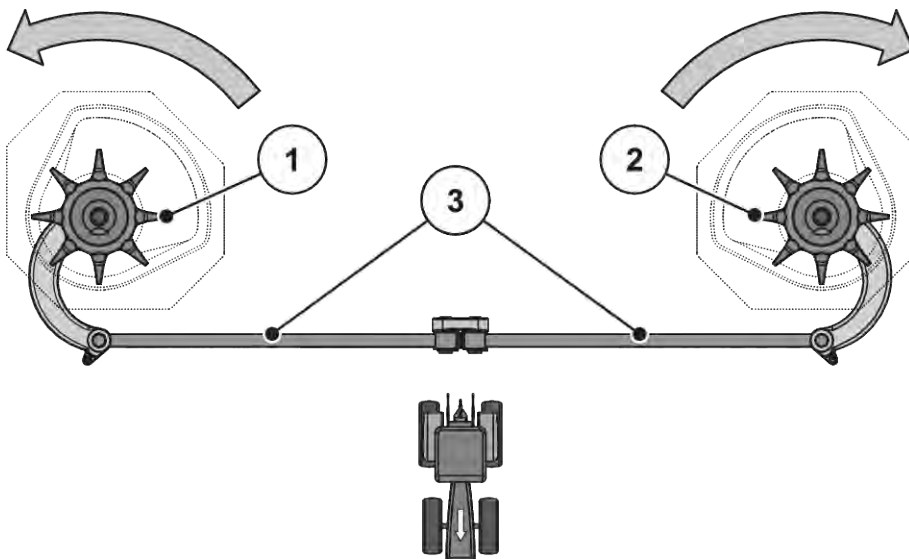

Fig. 85: Vérification de l'entraînement de l'agitateur
- Faire tourner la tête de l'agitateur à la main. **dans le sens de rotation du disque d'épandage.** Voir Fig. 85 Vérification de l'entraînement de l'agitateur.
- Tourner vigoureusement l'agitateur à la main ou à l'aide d'une sangle pour filtre à huile **dans le sens de rotation inverse du disque d'épandage.** Voir Fig. 85 Vérification de l'entraînement de l'agitateur